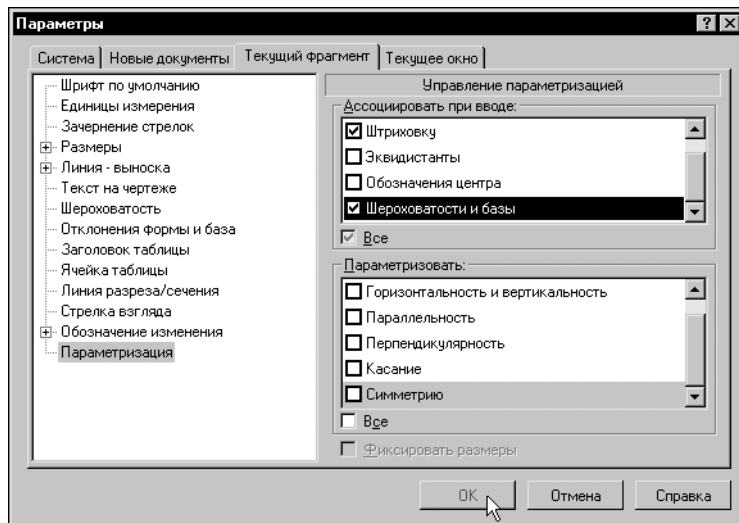

Рис. 60.2. Настройка параметризации
4. Вызовите диалог настройки параметризации и включите опции **Штриховку** и **Шероховатости и базы** в группе **Ассоциировать при вводе** (рис. 60.2).